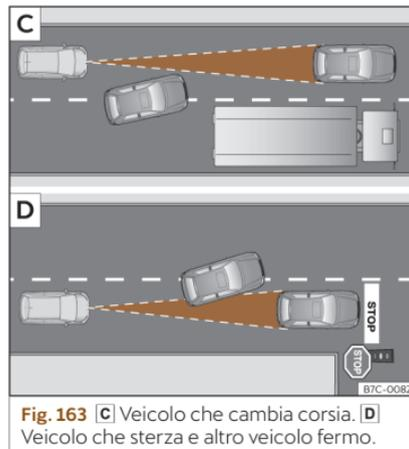

Fig. 163 **C** Veicolo che cambia corsia. **D** Veicolo che sterza e altro veicolo fermo.
- Veicoli che cambiano corsia sulla quale state circolando a breve distanza dal vostro veicolo»» fig. 163 [C].
L'ACC potrebbe non reagire a veicoli fermi. Se, ad esempio, un veicolo rilevato dall'ACC effettua una svolta o si sposta e di fronte ad esso si trova un veicolo fermo, l'ACC non reagirà a tale veicolo»» fig. 163 [D].